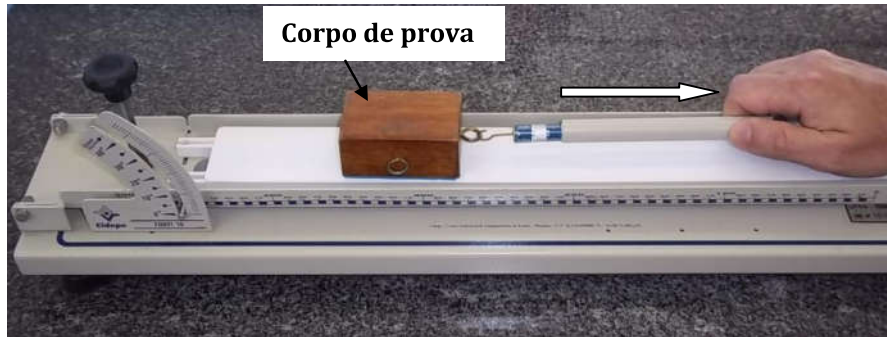

Figura 2 – Montagem experimental para o plano em posição horizontal.
12. Use o dinamômetro para medir o peso do corpo de prova (Figura 2).